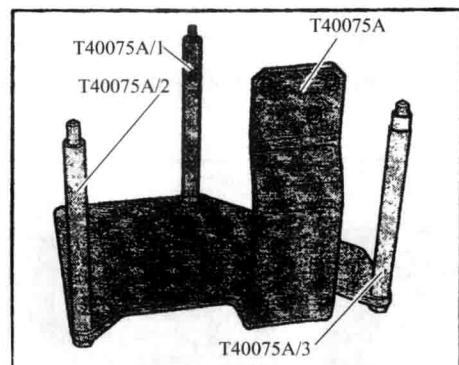

图 1-20 适配接头和发动机支架
34) 为了能够将发动机连同变速器一起降低，如图 1-20 所示，使用带适配接头 T40075A/1、T40075A/2 和 T40075A/3 的发动机支架 T40075A。